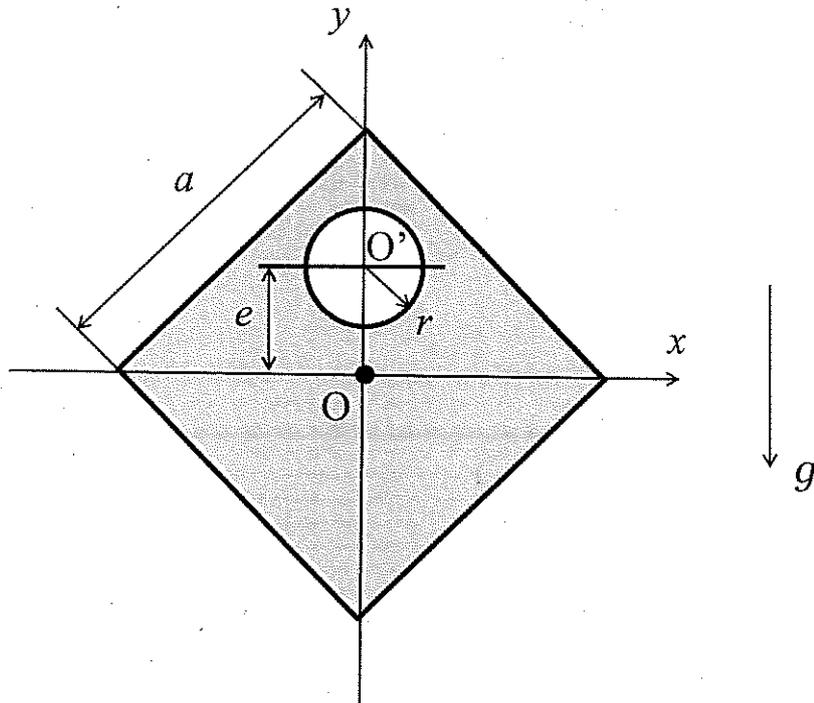

図1
(1) 図1に示すように、 $xy$ 平面において、1辺の長さが $a$ の正方形板が図心 $O$ から距離 $e$ 離れた点 $O'$ を中心とする半径 $r$ の円孔をもっている。この有孔正方形板の質量は $m$ である。このとき、以下の問いに答えなさい。ただし、重力加速度を $g$ とする。